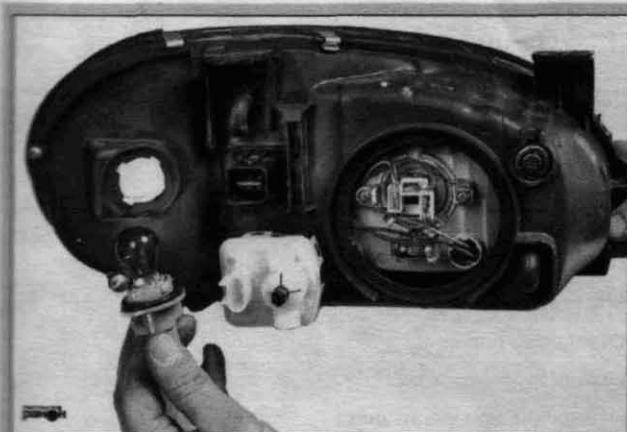

Рис. 6.26. Замена лампы указателя поворота
- в подкапотном пространстве на тыльной стороне блок-фары повернуть ламподержатель (патрон) против часовой стрелки и вынуть его вместе с лампой (рис. 6.26). Для наглядности процесс показан на демонтированной блок-фаре;